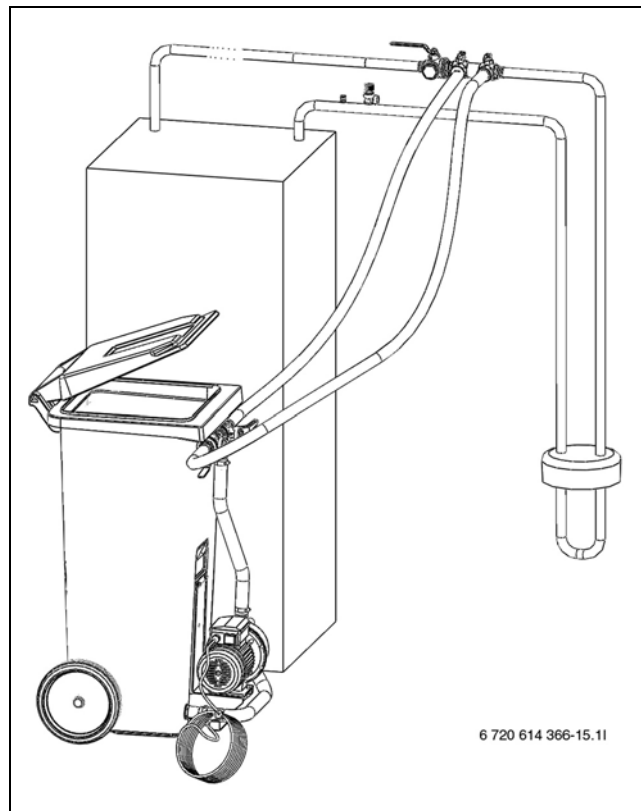

Bild 17 Befüllen mit Befüllstation
- ▶ Zwischen Befüllstation und Befüllstation zwei Schläuche anschließen (→ Bild 17).